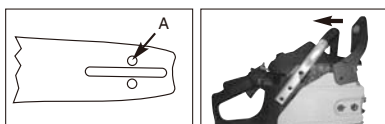

Fig. 3A
For å sørge for at skinnen og kjeden mottar olje, må du KUN BRUKE DEN ORIGINALE STYRESKINNEN med oljehullet (A) som vist over. (Fig.3A)